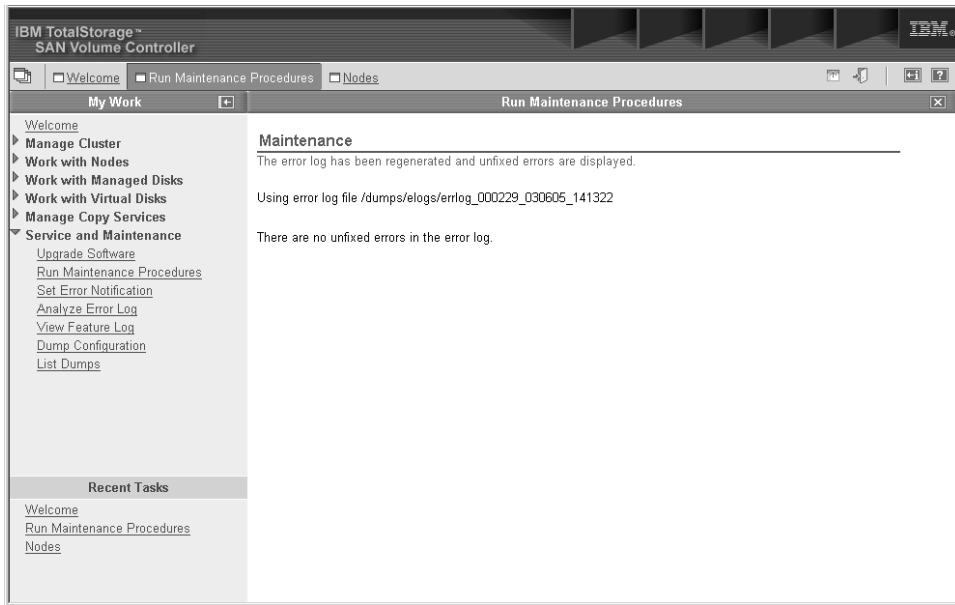

图 55. 看到没有错误时所显示内容的示例
- 单击 Exit。如果其它错误需要修正，则此时显示这些错误，并且定向维护过程将继续。如果没有错误，您将看到如第 40 页的图 55 所示的内容。